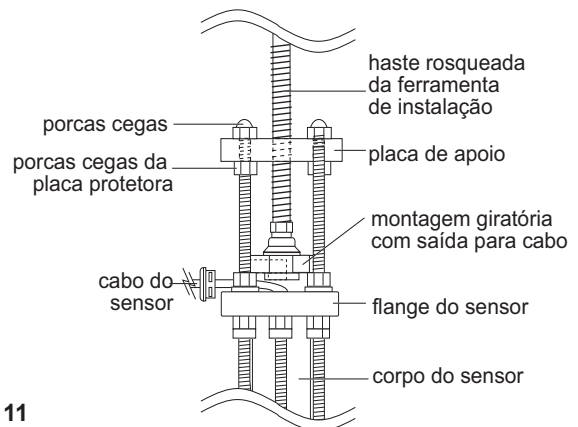

Fig. 11
- G. Posicione a placa de apoio da ferramenta de instalação, girando-a de modo que esteja a aproximadamente 40 mm da montagem giratória. Monte a ferramenta de instalação, passando as hastas rosqueadas pelos buracos na placa de apoio da ferramenta, apoiando a placa de apoio nas porcas sextavadas da placa protetora. Assegure-se de que as abas da montagem giratória estejam localizadas **entre** as hastas (e não sobre elas). Instale as porcas cegas da placa de apoio. Aperte as porcas cegas da placa de apoio para fixar a ferramenta de instalação (fig. 11).